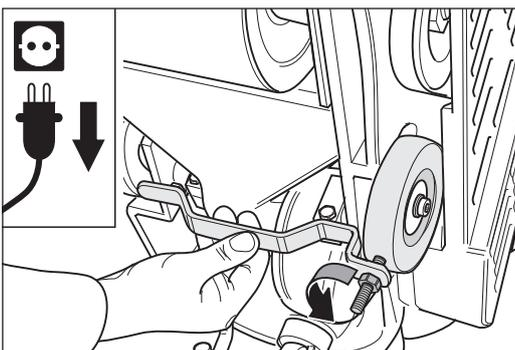

Abb. 42 Abnehmen der aktuellen Einstellung des rechten Rades (von unten betrachtet).
- 5 Zum Einstellen nehmen Sie zunächst mit der Einstellvorrichtung die Ist-Position des verstellbaren Rades ab. Legen Sie die Vorrichtung so an das Maschinengehäuse an, dass sie sowohl beidseitig an dem Maschinengehäuse als auch an dem einstellbaren Rad anliegt. Gegebenenfalls muss der Gewindestift der Einstellvorrichtung verdreht werden. Lösen Sie dafür die Mutter an der Einstellvorrichtung (Abb. 42).